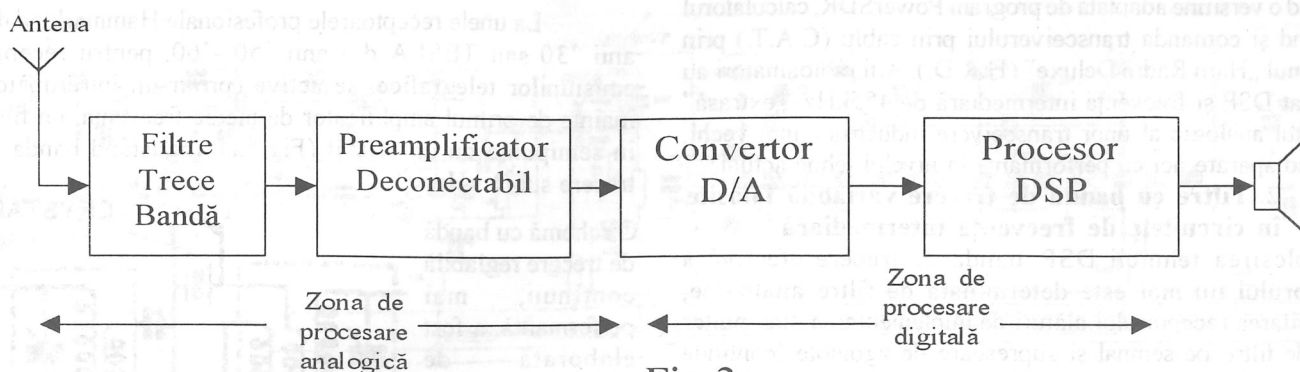

Fig.3
1.3 Conversia digitală directă (Fig.3)